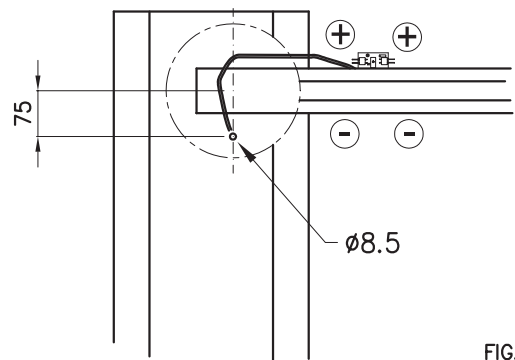

FIG.4
- I Forare l'armadio con foro $\varnothing 8.5$ come indicato nel disegno ed inserire il passacavo (per SIGNO il foro è già presente). Far passare il cavo fino alla centrale elettronica (fig.4).
- GB Drill a 8.5 \varnothing hole in the cubicle, as shown in the drawing, and insert the grommet (the hole is already present on SIGNO). Pass the cable through to the electronic control unit (Fig.4).
- F Faire un trou $\varnothing 8.5$ dans l'armoire comme l'indique le dessin et introduire le passe-câble (sur SIGNO le trou est déjà présent). Faire passer le câble jusqu'à la centrale électronique (fig.4).
- D Ein Loch mit $\varnothing 8.5$ in den Schrank bohren, wie in der Zeichnung gezeigt, und den Kabeldurchgang einfügen (an SIGNO ist die Bohrung bereits vorhanden). Das Kabel bis zur Steuerzentrale durchführen (Abb.4).
- E Realice un orificio de $\varnothing 8.5$ mm en el armario, como indicado en la figura, e introduzca el aislador pasapanel (en SIGNO el orificio ya está presente). Haga pasar el cable hasta la central electrónica (fig.4).